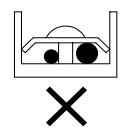

Abb. 7
- (b) Wenn Sie Kabel des gleichen Durchmessers anschließen, nehmen Sie den Anschluss gemäß Abbildung 7 vor.